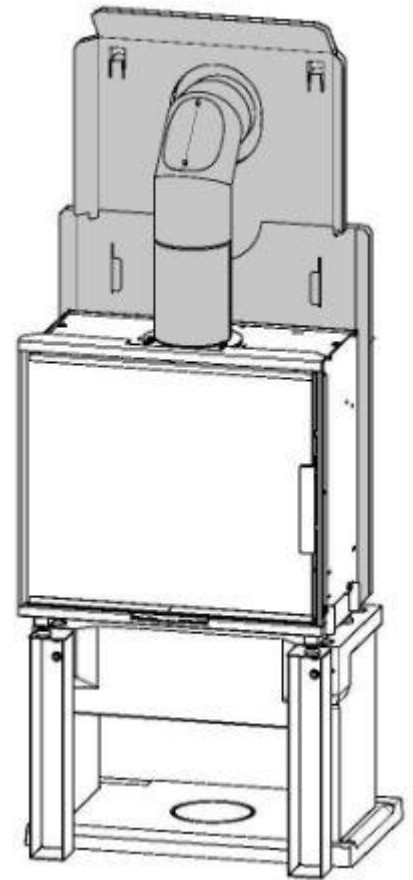

Abbildung 6: Kamineinsatz ausrichten und anschließen
3. Außerdem ist der Abstand zur Stellwand auf das richtige Maß einzustellen (siehe Abbildung 6).